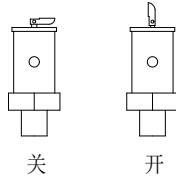

图 4.2
- 3、开始加热后，将放气阀上小扳手拉起，置于垂直位置。如下图 4.2: